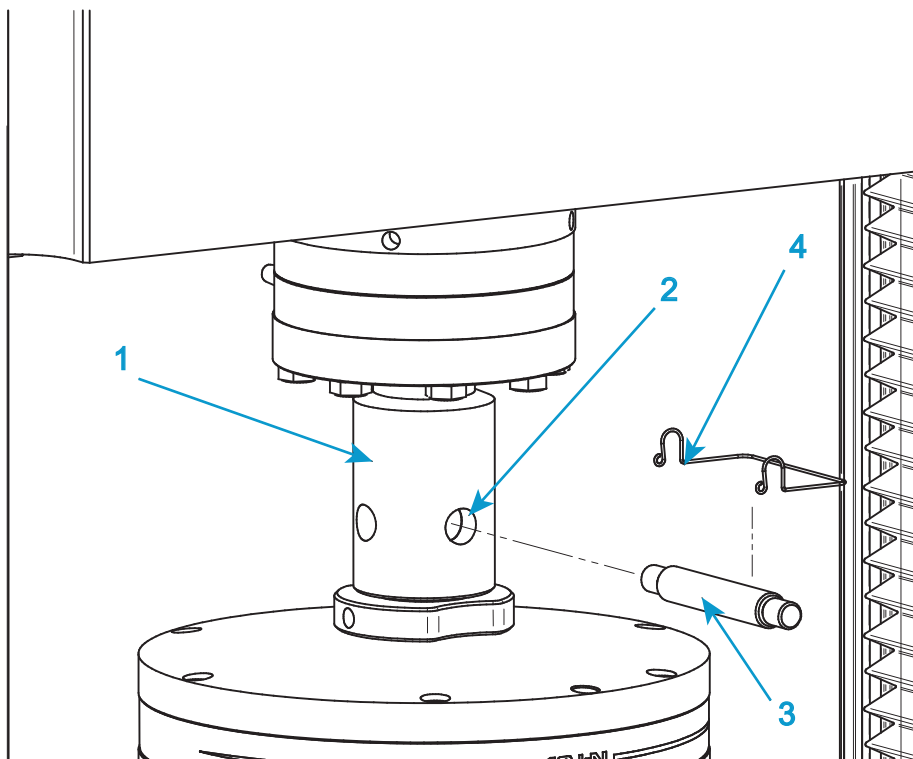

图 20. 典型夹具安装
执行该步骤时请参阅第 82 页图 20。
1. 对于上方夹具，将夹具上的接头插入载荷传感器接头上的凹进 U 形插座（图 20 中的 1）内。
2. 对齐 U 形夹销钉孔（图 20 中的 2），然后将 U 形夹销钉（图 20 中的 3）插入孔中。
3. 使用 U 形夹销钉联接卡簧（图 20 中的 4）固定 U 形夹销钉。